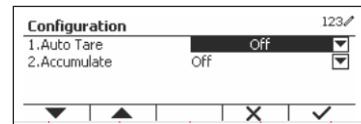

Figure 72
- Sélectionnez l'élément de la liste et appuyez le bouton multifonction correspondant à l'icône pour modifier les paramètres. (Voir Figure 72)
- Accédez dans ce sous-menu en appuyant sur le bouton correspondant à l'icône \checkmark . (Voir Figure 72)